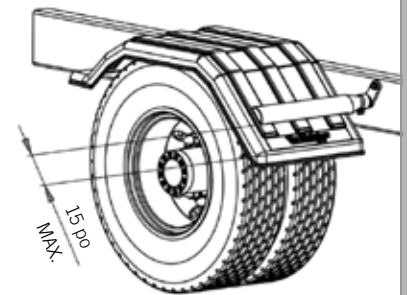

FIGURE 10
- A. Une fois le support avant en place sur l'aile, serrer le boulon 5/8 x 4-1/2 po qui traverse le support pivotant (10001476) pour fixer solidement le pivot au châssis. (Voir la Figure 10)